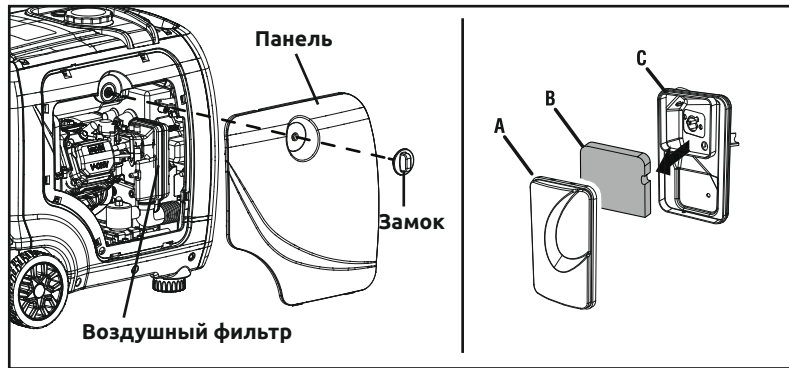

Рисунок 21 – Воздушный фильтр
Двигатель не будет работать на полную мощность, если воздушный фильтр будет поврежден или забит мусором. Прочищайте фильтр каждые 200 часов или раз в год (Рис.21). Прочищайте чаще либо меняйте фильтр, если работа ведется в сильно запыленных условиях.
- Снимите защитный экран воздушного фильтра и вытащите фильтр (Рис.21).